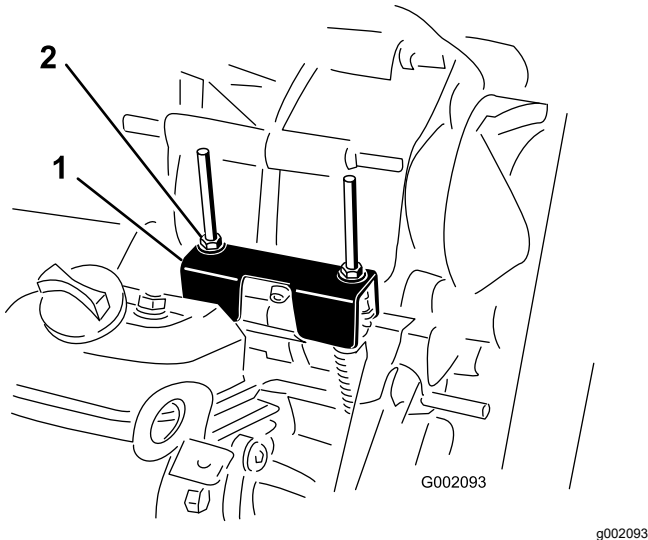

Bild 52
Wenn Sie regelmäßige Wartungsarbeiten und/oder eine Motordiagnostik durchführen, müssen Sie das Getriebe in die NEUTRAL-Stellung bringen (Bild 52). Der Ganghebel der Maschine hat eine NEUTRAL-Stellung, die den Leerlauf des Getriebes steuert. Treffen Sie die folgenden Maßnahmen, um sicherzustellen, dass der Ganghebel in der Leerlaufstellung die Antriebsachse auch richtig auf Leerlauf schaltet:
2. Stellen Sie sicher, dass die Leerlaufhalterung in der NEUTRAL-Stellung ist (mit der Kabelbefestigungshalterung unter der Ganghalterung nivelliert), indem Sie die Antriebskupplung drehen (Bild 52).
3. Drehen Sie eine der Sicherungsmuttern (Bild 52), um einen Abstand von 0,762 mm bis 1,524 mm zwischen der Unterseite der Mutter bzw. Scheibe und der Leerlaufhalterung zu erhalten.